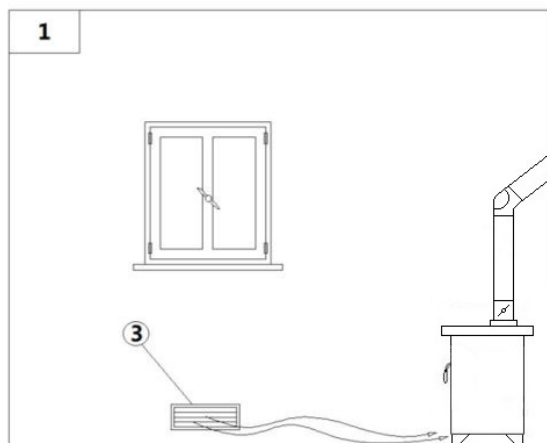
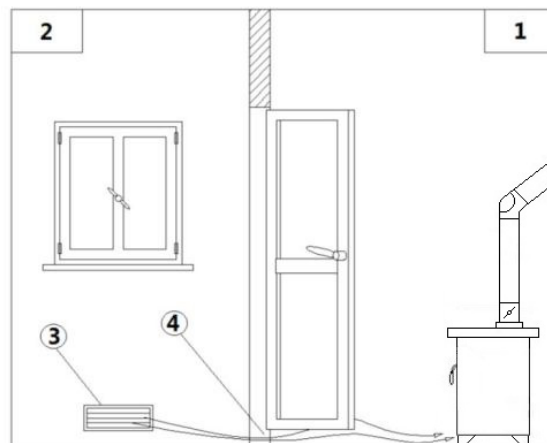

Fig. 6 - Afluencia del aire directa
Fig. 7 - Afluencia del aire indirecta
LEYENDA Fig. 6 a pág. 8-Fig. 7 a pág. 8
- La afluencia del aire entre el ambiente externo y la sala puede suceder por vía directa por medio de una brecha en la pared externa del edificio (véase Fig. 6 a pág. 8); si no por vía indirecta por medio de una toma de aire por salas contiguas de la da ventilar (véase Fig. 7 a pág. 8).